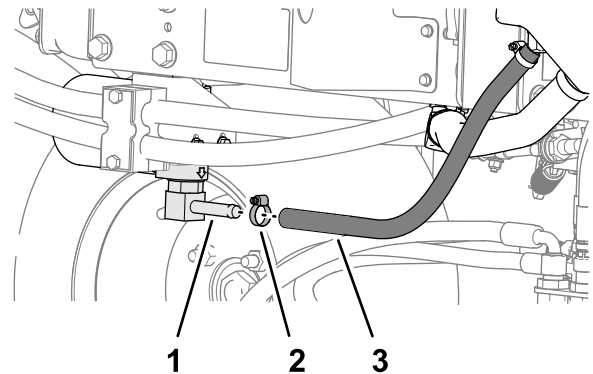
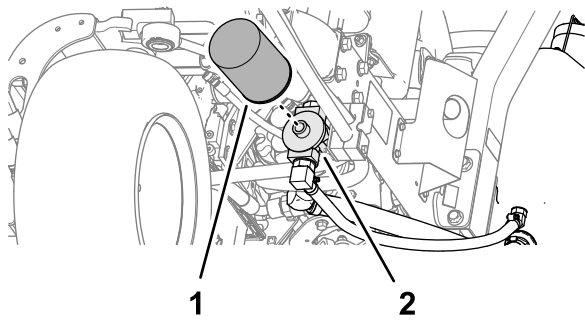

Figure 88
Figure 89
2. Débranchez le flexible hydraulique (Figure 88) ou déposez le filtre hydraulique (Figure 89) et faites couler le liquide hydraulique dans un bac de vidange.